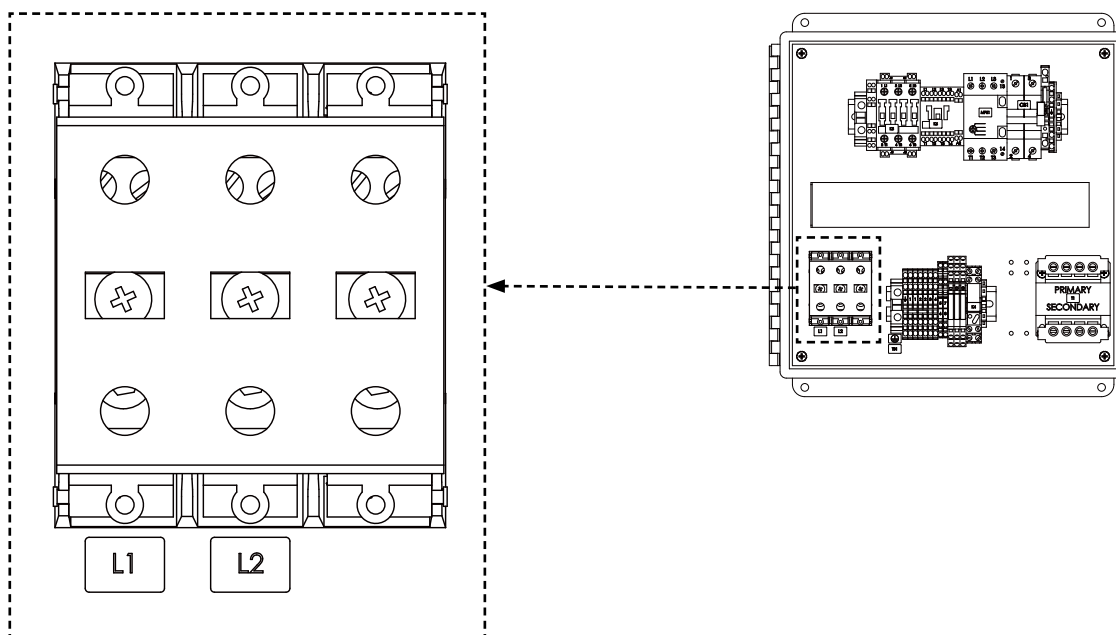

図3 OSM 制御ボックス内の主電源端子
- 単相製品では、「L1」と「L2」または「L」と「N」というラベルが貼られた端子台を使います（図3）。